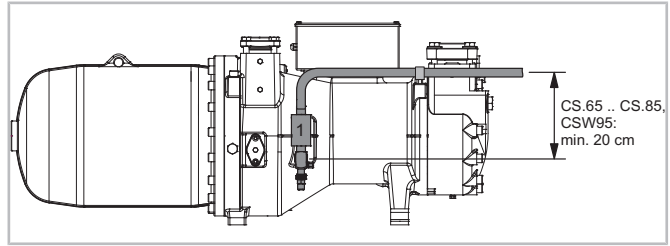
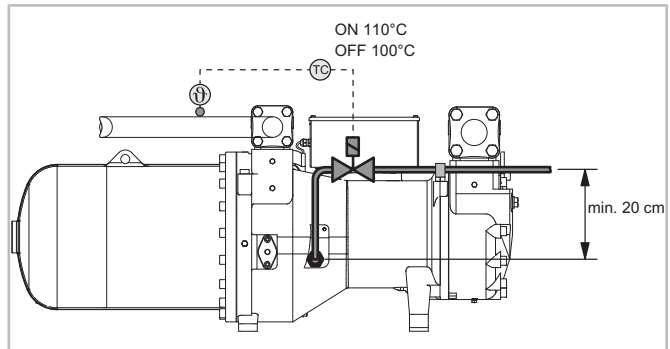

Fig. 5: Tracé de la tuyauterie pour le conduit du gaz d'aspiration ECO au niveau du compresseur
Fig. 6: Tracé de la tuyauterie pour injection de liquide (LI) avec vanne d'injection de liquide
Les conduites optionnelles pour l'économiseur (ECO) (pas pour CSH95), voir figure 5, page 96 et/ou l'injection de liquide (LI), voir figure 6, page 96 doivent tout d'abord être passées vers le haut à partir du raccord. Cela évite le déplacement d'huile et l'endommagement des composants à cause de pointes de pression (cf. manuel SH-170).